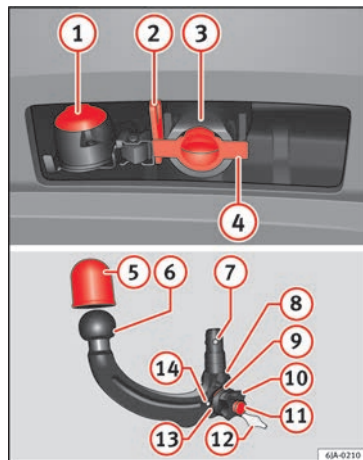

Fig. 194 Support du dispositif d'attelage pour remorque/barre à boule d'attelage.
Légende de la » **fig. 194**
- Retirez le bouchon de l'orifice de la frette de serrage (4) » fig. 194 en le tirant vers le bas.
- Placez le bouchon de l'orifice de la frette de serrage ④ » fig. 194.